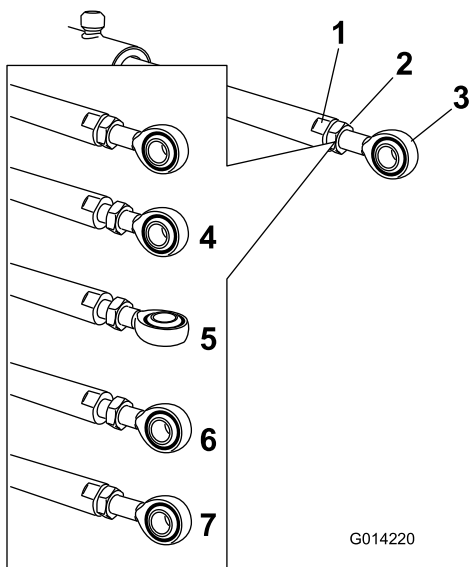

Рисунок 65
5. С помощью ключа, накинутого на плоские грани штока привода, удерживайте его неподвижно, затем ослабьте зажимную гайку, чтобы можно было перемещать шток с проушиной (Рисунок 65).
6. Поверните шток с проушиной в штоке привода, чтобы сократить или удлинить привод в требуемое положение (Рисунок 65).